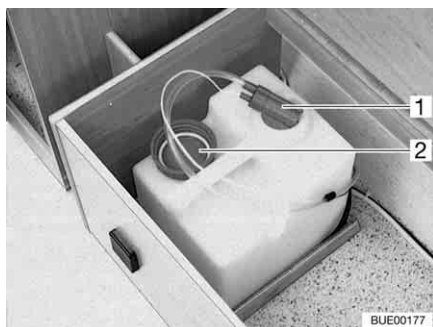

Fig. 162 Serbatoio dell'acqua 16 l
In caso di trasporto chiudere il serbatoio dell'acqua con un coperchio (Fig. 162,2).
- Estrarre la pompa dell'acqua (Fig. 162,1) dal serbatoio dell'acqua.